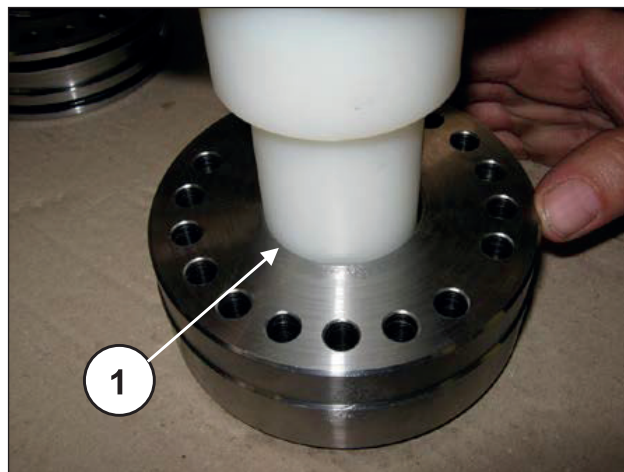

Рис. 198
Вставьте в опору уплотнения ВД кольцо головки (поз. ①, Рис. 196), а затем комплект ВД (высокого давления); ввиду наличия легкого натяга между уплотнением и опорой уплотнения ВД, во избежание повреждений рекомендуется применять оправку из пластикового материала (поз. ①, Рис. 197 и Рис. 198).